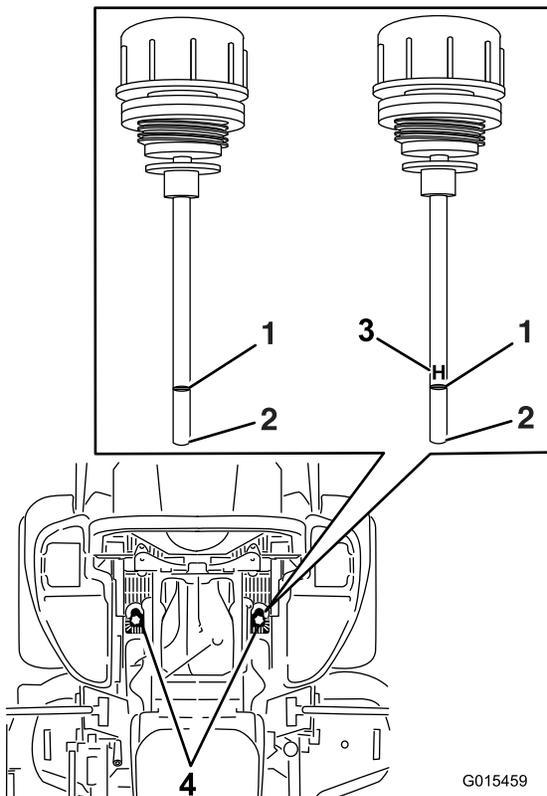

Figure 89
6. Nettoyez la surface autour des jauges des réservoirs du système hydraulique (Figure 89).
7. Sortez une jauge du réservoir hydraulique (Figure 89).
9. Ressortez la jauge et examinez l'extrémité (Figure 89). Si le niveau d'huile est au repère minimum, versez lentement la quantité d'huile qui convient dans le réservoir hydraulique pour faire monter le niveau jusqu'au repère maximum (H).